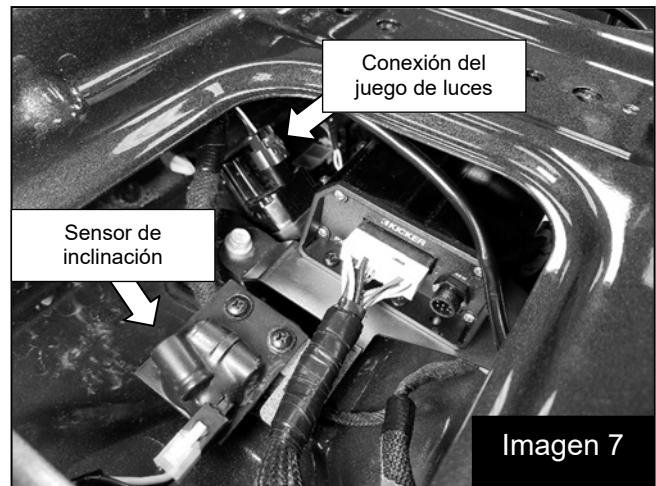

Imagen 7
10. Conecte el arnés del amplificador al amplificador y el conector de cuatro terminales al sensor de inclinación conectado al soporte del amplificador. Imagen 7 Pase el arnés a lo largo del arnés de fábrica en dirección al lado del pasajero.
11. Desconecte el conector que se muestra en la imagen e instale el arnés en forma de "T" del juego de luces (si el vehículo está equipado). Imagen 7